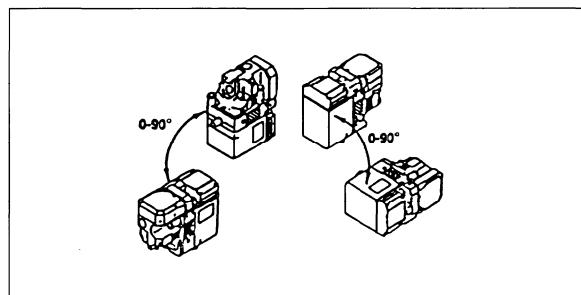

рис. 1 Возможные положения для установки
- в вертикальном положении перед коробкой передач, частично перекрывая её (см. рис. 1), если забор топлива не расположен перед двигателем, вспомогательными агрегатами или коробкой передач;
- в наклонном положении перед коробкой передач (см. рис. 1), причём следует убедиться в том, что точка А находится ниже нижней кромки коробки скоростей и минимум на 25 мм выше точки В. Тем самым обеспечивается возможность того, что при автокатастрофе отопитель может проскользнуть под коробкой скоростей;